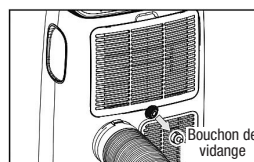

Fig. 17
- Dévisser le bouchon de vidange de la sortie de vidange continue (Fig.17).